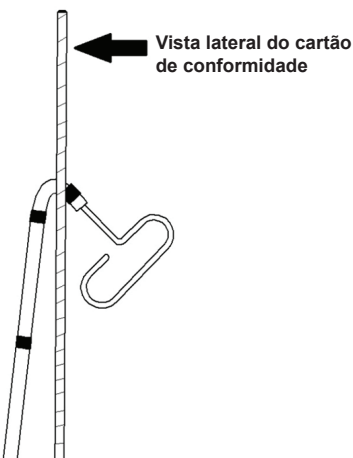

Figura 1 Configuração moldada
- Coloque a faixa de marcação da extremidade distal com dobra na parte inferior e dentro do sulco de vapor. (consulte a Figura 1)